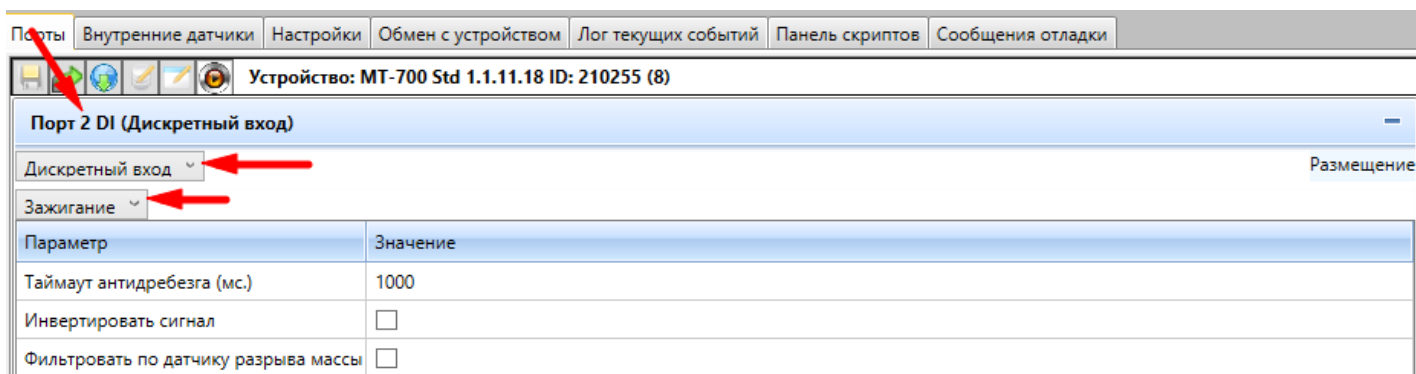

Рисунок 1 – Настройка дискретного порта
- выбрать один из дискретных портов (например, порт P2), настроить его как дискретный вход и в выпадающем меню выбрать параметр «Зажигание» (**Рисунок 1**);